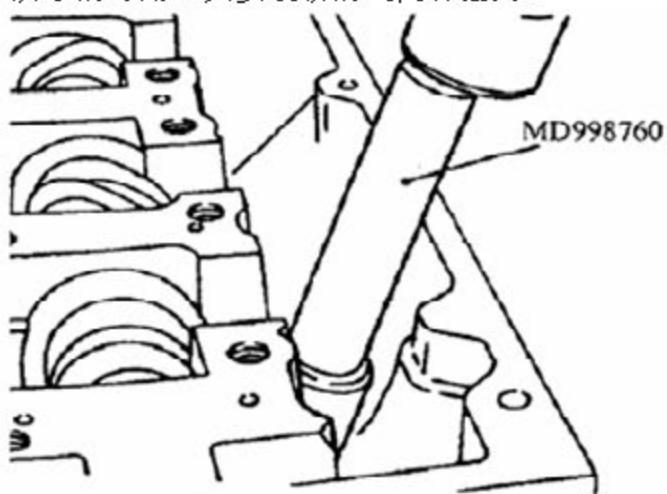

图 3-29
- B). 用如图 3-29 所示的专用工具安装新的气门杆油封。